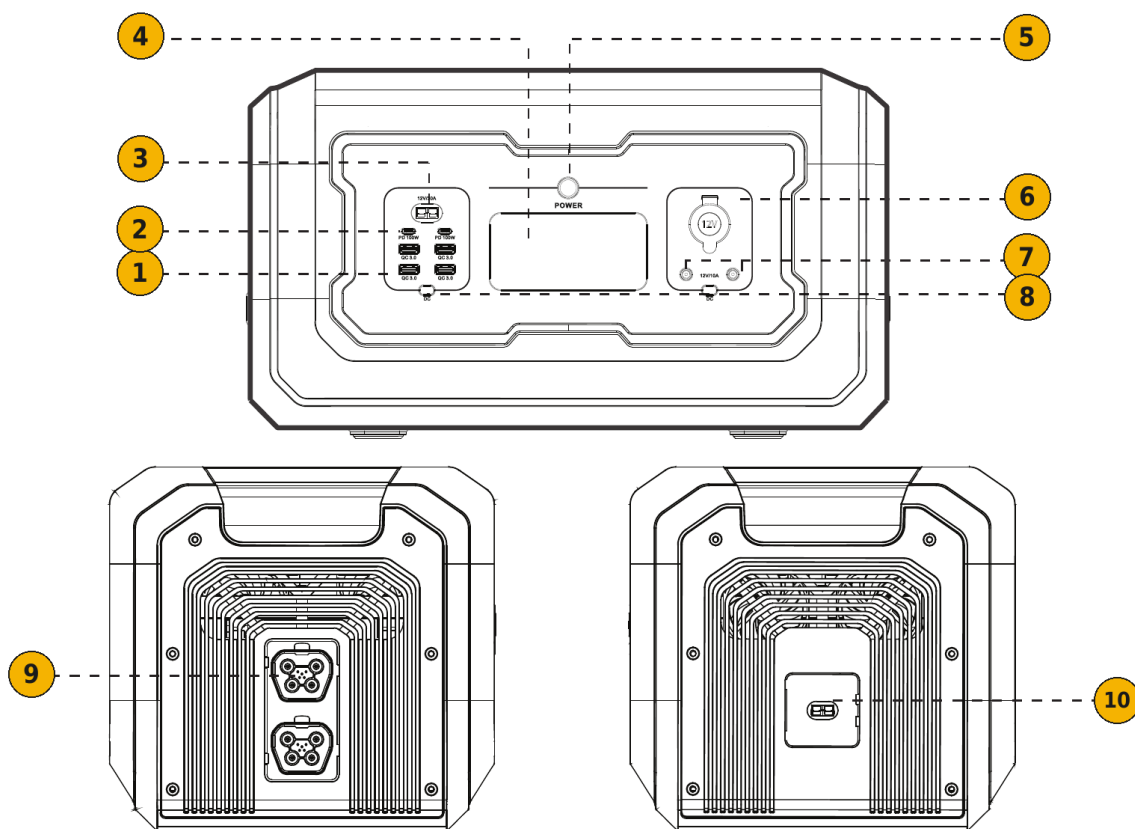

FIG. 2 — Componentes: panel frontal (arriba) y laterales (abajo)
- 4) No conecte paneles solares a la salida Anderson del frontal (FIG. 2, pos. 3). Conéctelos solo a la entrada solar del lateral (pos. 10).
- 2) Conecte el cable suministrado entre el puerto de conexión de la batería de expansión de la estación y una de las tomas de conexión de la batería (FIG. 2, pos. 9). Introduzca los conectores a fondo.
4	Entrada solar Anderson de la batería (FIG. 2, pos. 10)